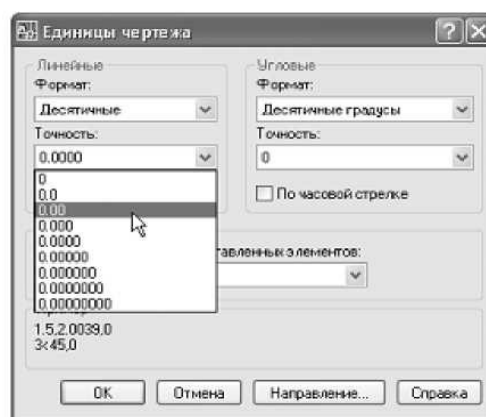

Рис.2 Раскрывающийся список Точность (Precision) системы единиц Десятичные (Decimal)
4. Теперь обратите внимание на два раскрывающихся списка Точность (Precision), которые в группах Линейные (Length) и Угловые (Angle) на ходятся под списками Формат (Type). Щелкните на кнопке раскрытия списка Точность (Precision) в группе Линейные (Length). Список откроется, и в нем будут перечислены допустимые значения точности для системы единиц Десятичные (Decimal)(рис. 2).